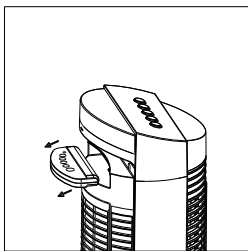

Fig. 4
- A. Quite el control remoto del ventilador (Fig. 4).